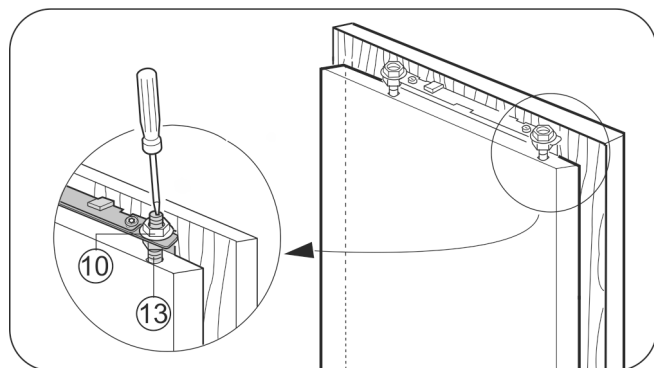

Fig. 30
- ▶ Pojistné matice Fig. 30 (10) dotáhněte šestihřanným klíčem 13, přitom přidržujte stavitelné čepy Fig. 30 (13) na protější straně šroubovákem.